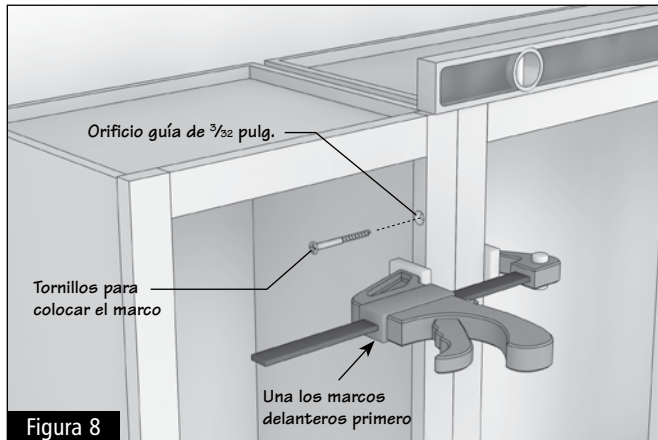

Figura 8
2.5 Si desea colocar dos gabinetes, deberá unirlos antes. Luego perforo tres orificios de $\frac{3}{32}$ pulg. en el lado de la bisagra del marco para asegurar que los orificios no impidan la colocación de la bisagra. Por último, coloque los tornillos de cabeza de estrecha #8 x $2\frac{1}{2}$ pulg. en el marco para unir los dos gabinetes. (Figura 8)